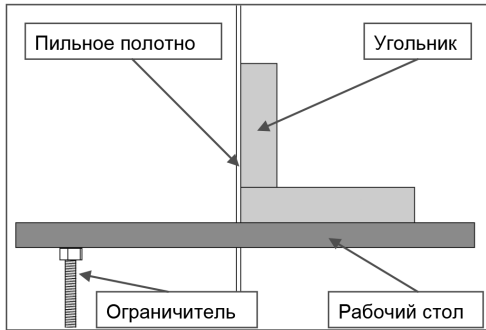

Рис. 22
•Если необходима регулировка, ослабьте контргайку ограничителя и поворачивая ограничитель наклона стола влево или вправо, установите угол между столом и пильным полотном 90° (рис. 22).